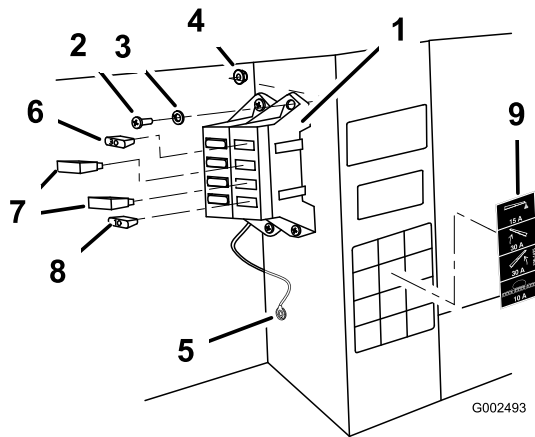

Figura 8
5. Conecte el cable negro de tierra al perno de 1/4 pulgada situado en el bastidor del vehículo, usando la arandela de estrella (Figura 8).
7. Instale el bloque de fusibles y el arnés de cables al bastidor junto al bloque de fusibles existente, usando los dos tornillos (#10-24 x 3/4 pulgada) y las dos contratuercas (Nº 10-24) según se muestra en Figura 8.
- A. Instale los dos disyuntores térmicos de 30 amperios en las ranuras de los fusibles de elevación de los brazos izquierdo y derecho (Figura 8).
- B. Instale el fusible de 10 amperios en la ranura del sistema de pulverización (Figura 8).